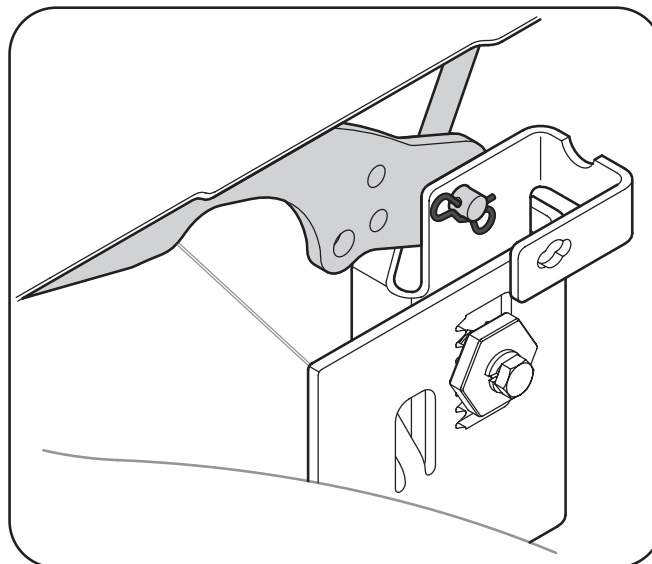

Figure 7-3 - 42 po & 46 po
6. **Sur le plateaux de coupe de 42 po et 46 po:** Tenez-vous du côté gauche du tracteur et enlevez la goupille fendue papillon qui maintient la tige de relevage du plateau de coupe. Glissez la tige de relevage du plateau de coupe du support soudé sur le plateau de coupe comme illustré à la Figure 7-3. Répétez sur le côté droit.